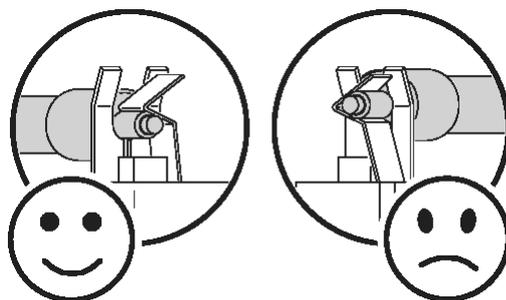

Рис. 4: Правильная фиксация лампы
- Убедитесь, что контакты лампы встали под V-образной частью фиксатора, а не внутри неё, как показано на рис. 4.